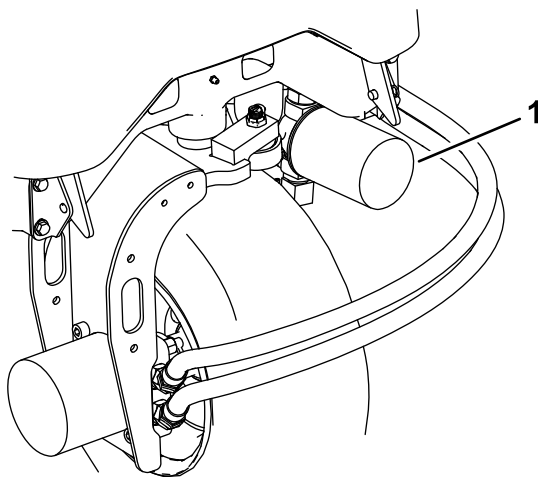
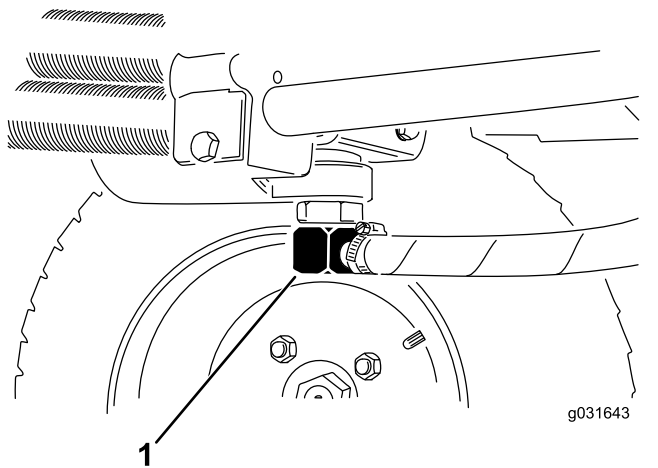

図 63
図 64
3. フィルタ取り付け部付近をきれいに拭い、下に容器を置き、フィルタを外す 図 63。
2. 油圧ラインの接続部または油圧フィルタを外し、流れ出すオイルを容器に受ける 図 63と 図 64。
3. オイルが全部流れ出たらラインを元通りに接続する 図 64。